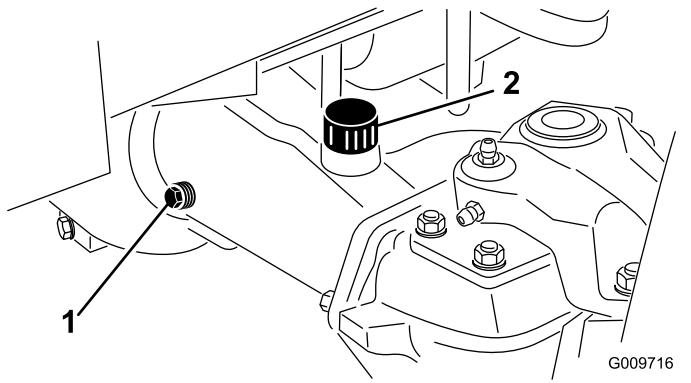

Рисунок 72
2. Снимите контрольную пробку с одного конца моста и убедитесь, что масло доходит до низа отверстия (Рисунок 72).